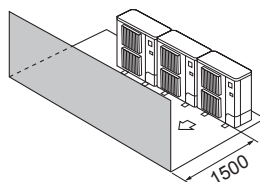

Fig. 2-14
- ③ Ovire samo na sprednji strani (Fig. 2-14)